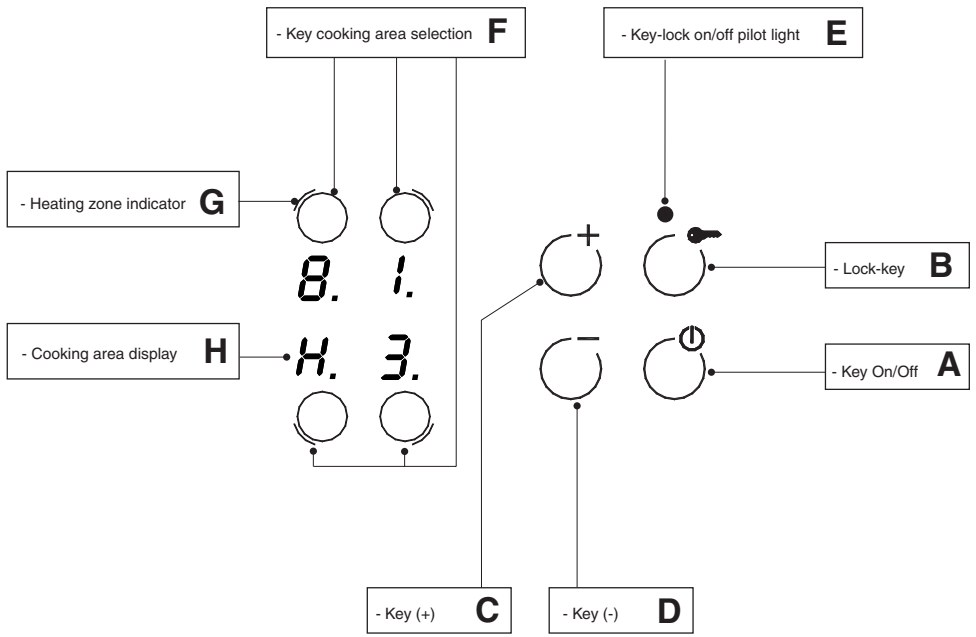

Fig.4
- Нагревательная плоскость может быть выключена прикосновением к старт-сенсору (Рис.4- 5- 6-7-8 А). В том случае, если все диски поставлены на «0», плоскость выключится через 10 секунд.
Когда плоскость вводится в положение **OFF** при температуре, превышающей 50°, загорается буква «Н» напротив соответствующей клавиши (Рис.4- 5-6-7-8 Н).